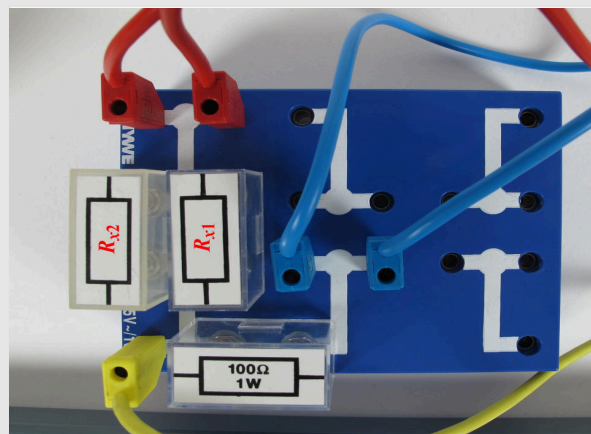

Рис. 7: Установка верхней ноги моста Уитстоуна с двумя неизвестными резисторами, соединенными параллельно.
- Для изучения влияния двух резисторов, соединенных параллельно, установка должна быть отрегулирована, как показано на рис. 7. Сопротивление  $R_x$  заменяется двумя неизвестными резисторами в параллельной цепи, а один из известных резисторов служит в качестве  $R_C$ .